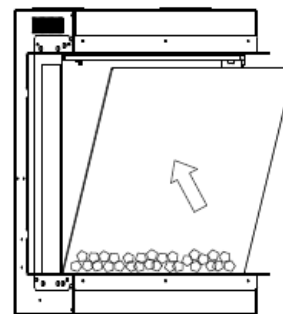
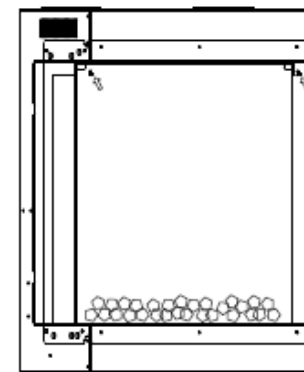

Рис.3
Рис.4
- Вставьте стекло обратно (Рис.3) и закрепите винтами с помощью отвертки (Рис.4).